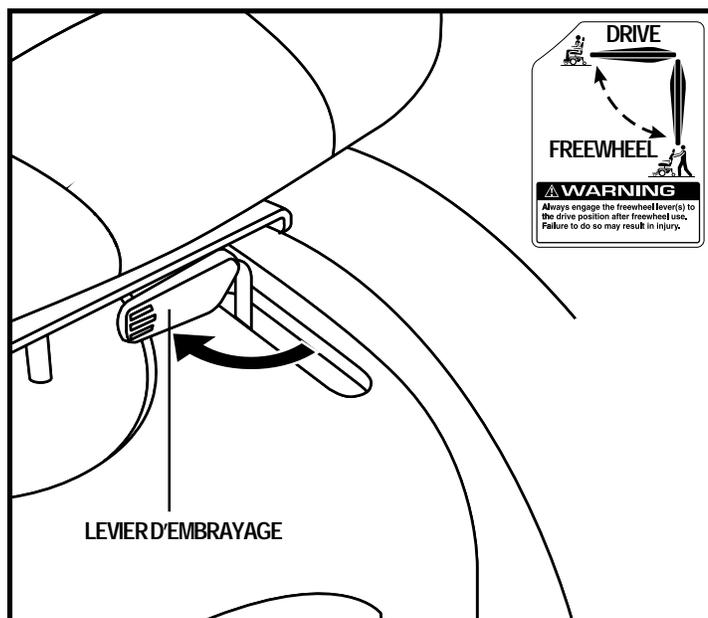

Figure 7. Mode de traction (embrayé)
2. Tournez les leviers vers l'intérieur pour embrayer les moteurs. Voir la figure 7.